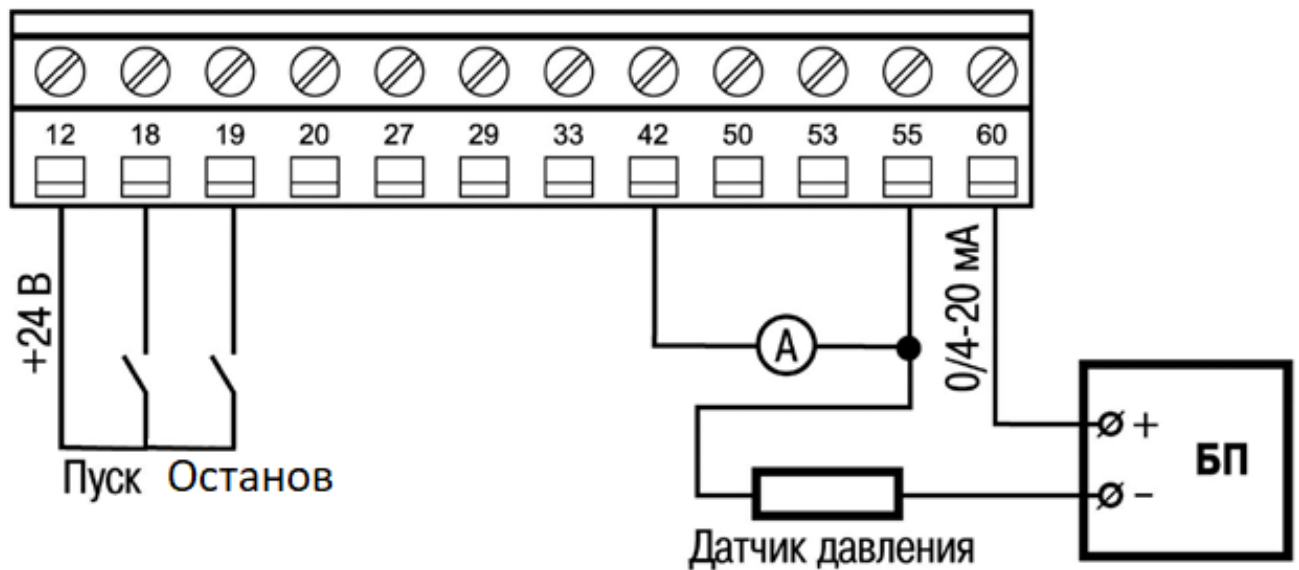

Рисунок 3. Схема подключения датчика давления к ПЧВ и использованием внутреннего источника питания.
- С использованием внешнего источника питания (Рис. 3).